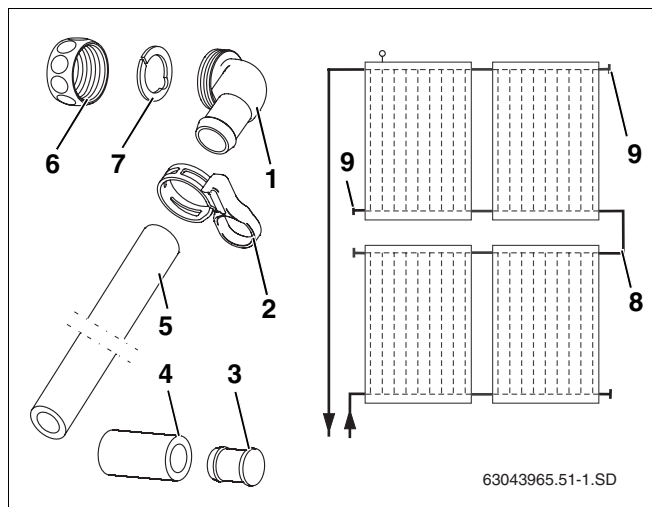

Fig. 58 Representación esquemática y volumen de suministro
El juego de conexión (fig. 58, **pos. 8**) para realizar la unión entre dos filas de colectores puede adquirirse como accesorio.
Volumen de suministro (Fig. 58)